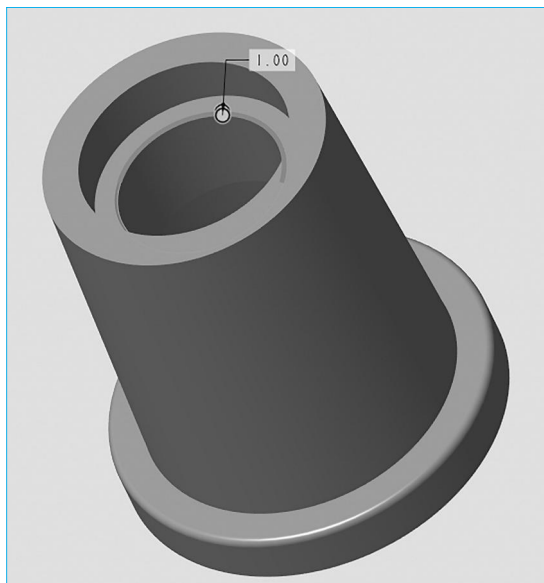

图 2-42 倒直角
(2) 单击  按钮，选择对象，输入参数 1，如图 2-42 所示。单击  按钮，完成倒直角特征创建。